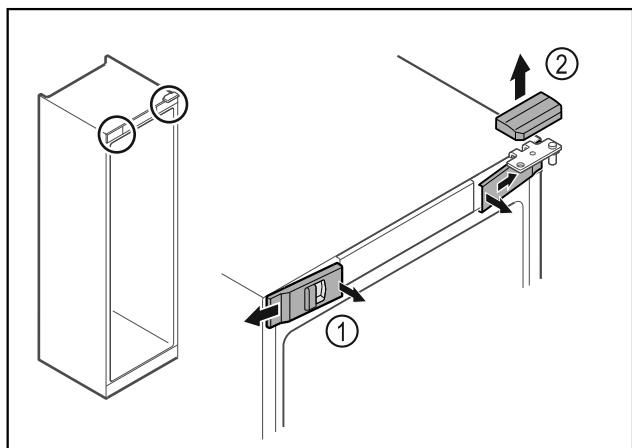

Fig. 14
- Décrocher les caches avant Fig. 14 (1) du côté intérieur et les retirer vers l'extérieur.
- Retirer le cache supérieur Fig. 14 (2) vers le haut.